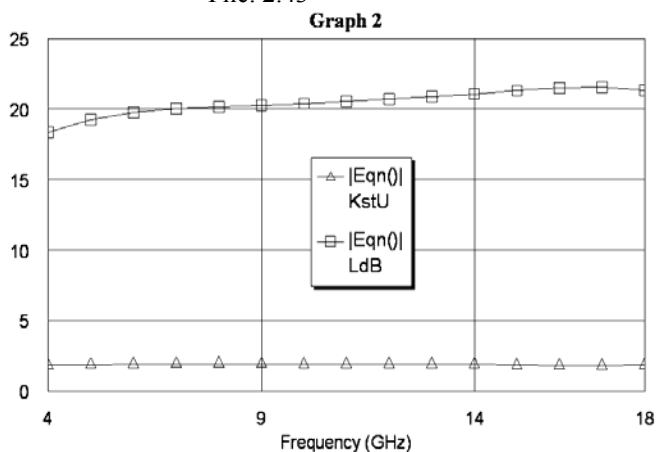

Рис. 2.44
7. Щёлкните левой кнопкой мышки по значку **Analyze** на панели инструментов. Результаты анализа отображаются на графике рис. 2.44.